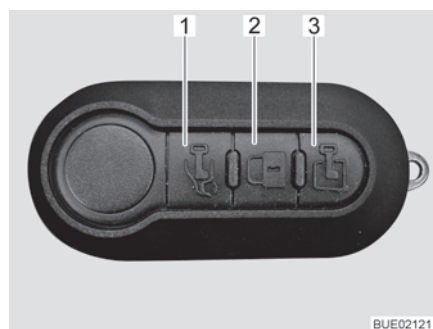

Fig. 33 Mando a distancia multifuncional (3 teclas)
- Pulsar la tecla  (Fig. 33,1) una vez brevemente. La puerta del conductor está desbloqueada.
- Pulsar la tecla  (Fig. 33,3) una vez brevemente. La puerta de entrada está desbloqueada.
- Pulsar la tecla  (Fig. 33,2) una vez brevemente. Todas las puertas están bloqueadas.